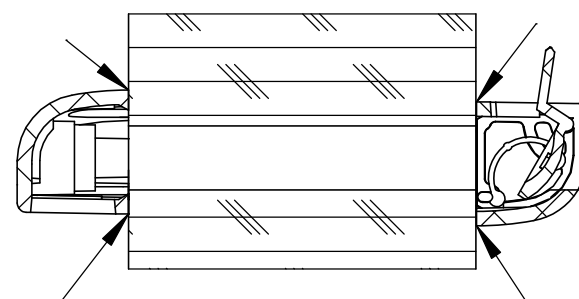

Rys. 2.
5. Opcjonalnie uszczelnij elementy silikonem (rys. 2);